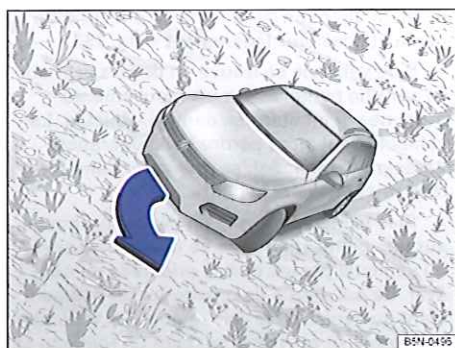

Fig. 187 Braquez en direction de la ligne de plus grande pente.
Si le véhicule menace de se renverser, braquez immédiatement du « côté bas de la pente » en accélérant légèrement ⇒ fig. 187. S'il n'est pas possible de braquer en direction de la ligne de plus grande pente, tournez le volant dans le sens de la montée et accélérez légèrement.
- Avant la conduite en dévers, assurez-vous de pouvoir braquer en direction de la ligne de plus grande pente. Si cela n'est pas possible, empruntez un autre chemin. Si le véhicule menace de se renverser, braquez immédiatement en direction de la ligne de plus grande pente et accélérez légèrement ⇒ fig. 187.